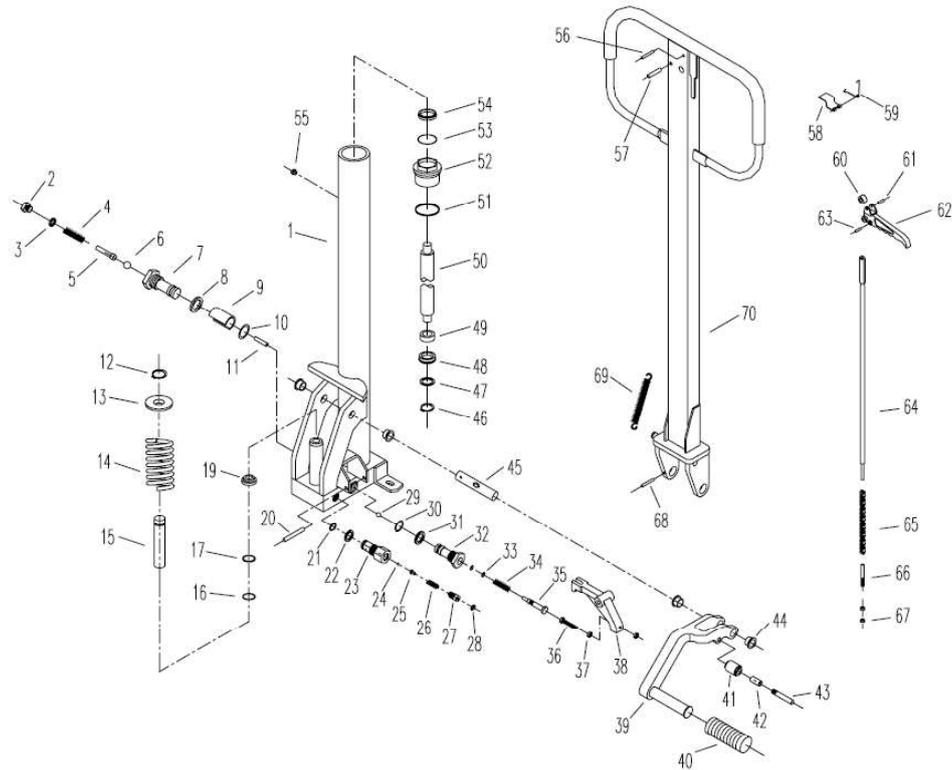

Figuur 2 Hijsdiagram van de vrachtwagen
6. Correcte hijspunten zijn aangegeven in figuur 2.